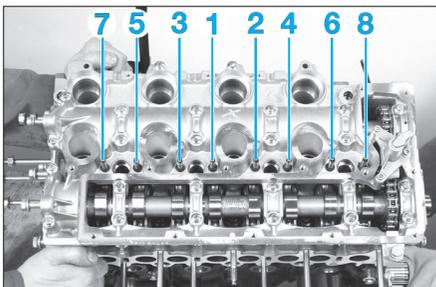

Fig. 57
- Poser les colonnettes de fixation des injecteurs et les serrer dans l'ordre indiqué (Fig.57).